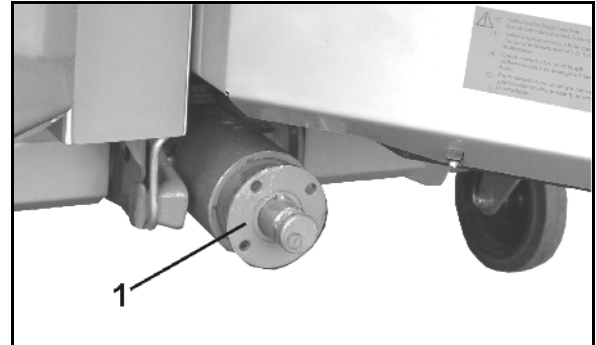

Bild 24
5. Placera kraftöverföringsaxeln i den därför avsedda hållaren (Bild 24/1).